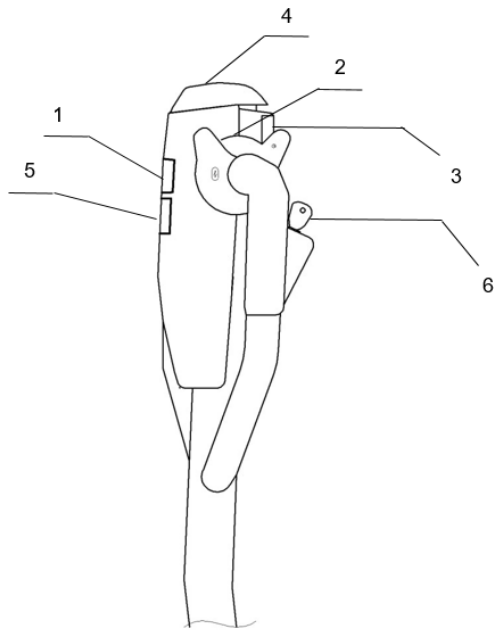
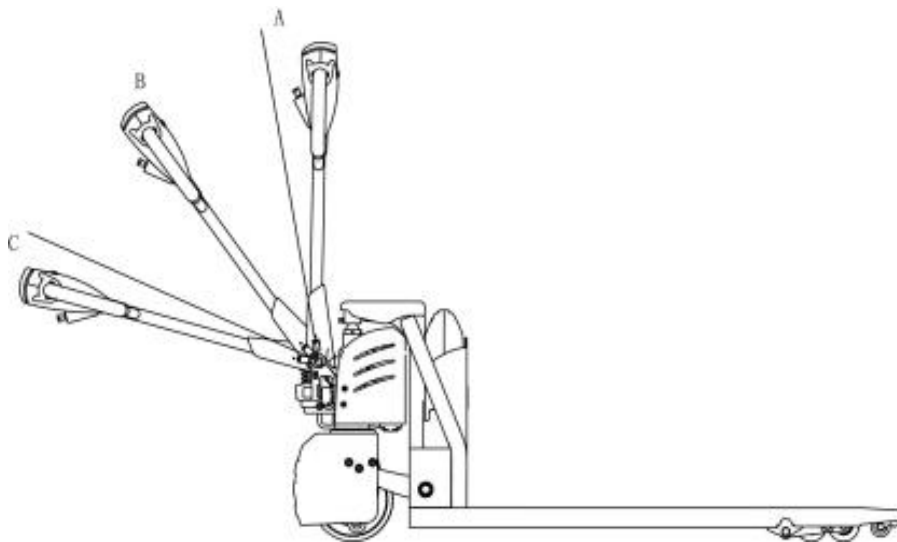

Рисунок 3
Рисунок 10
- путем перевода переключателя направления хода (2 на рис.3) в среднее положение или его отпускания, тележка начнет тормозить до полной остановки.
- кнопка аварийного реверса, находящаяся на уровне живота оператора (4 на рис.3) предотвращает зажатие оператора. Когда оператор приходит в контакт с кнопкой аварийного реверса, тележка немедленно останавливается и движется назад на некоторое расстояние, затем останавливается. Если рукоятка находится в зоне движения, и тележка не движется, считайте, что в этой ситуации эта кнопка по-прежнему активна.
Электродвигатель приводит в движение гидронасос, нагнетая рабочую жидкость в цилиндр подъема вилок. Гидравлическая система подъема управляется кнопкой подъема вилок (1 на рис.3) на рукоятке управления. Регулировка гидросистемы была произведена перед отправкой изделий с завода-изготовителя. Персоналу послепродажного обслуживания или профессиональному техническому обслуживанию, не авторизованному заводом-изготовителем, строго запрещается производить регулировку самостоятельно.
2. Поверните ключ в замке включения питания (6 на рис.3)
А и С – это зоны торможения (при ограниченном пространстве для маневров возможно перевести рукоятку управления в зоны торможения А и С, нажав на переключатель направления хода (2 на рис.3) и одновременно зажав кнопку пониженной скорости движения (3 на рис.3). В таком случае тележка будет двигаться на пониженной скорости);
Медленно поверните переключатель направления хода (2 на рис.3) для начала движения тележки (быстрое ускорение запрещено из соображений безопасности)
Если отпустить переключатель направления хода (2 на рис.3), он вернется в исходное положение, при этом тележка плавно остановится. Для экстренного торможения переведите рукоятку управления в положение А или С (рис. 10) для приведения в действие тормоза.
- Отпустите переключатель направления хода (2 на рис.3) для его возврата в исходное положение, тележка замедлит ход, дождитесь полной остановки.
- Опустите вилы в крайнее нижнее положение. Переведите ключ в замке включения питания (6 на рис.3) в положение ВЫКЛ, чтобы выключить питание.
Красная кнопка на конце рукоятки управления – это кнопка аварийного реверса (4 на рис.3). Когда оператор приходит в контакт с кнопкой аварийного реверса, тележка немедленно останавливается и движется назад на некоторое расстояние. Это защитный выключатель, предназначенный для предотвращения придавливания тележкой оператора, когда оператор сталкивается с препятствием.
Для безопасного движения тележка оснащена звуковым сигналом. Чтобы привлечь внимание окружающих людей во время движения, нажмите кнопку звукового сигнала (5 на рис.3), и звуковой сигнал предупредит окружающих людей.